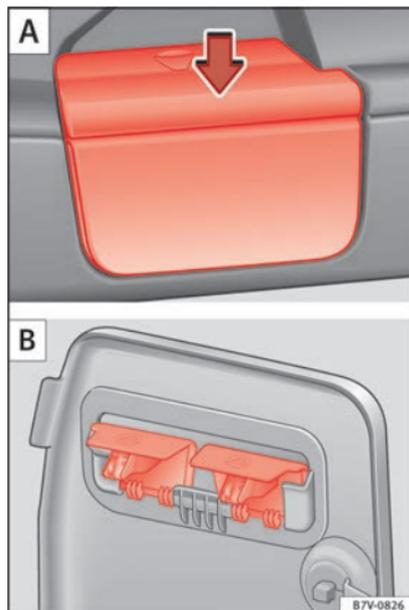

Fig. 164 Retirez les supports de la plage arrière A et rangez-les dans un endroit sûr B.
- Retirez la plage arrière du support des revêtements latéraux » fig. 164 A. Appuyez pour cela sur la plage arrière vers le bas (flèche) et retirez-la.
- Ouvrez le compartiment du revêtement latéral gauche arrière du coffre à bagages » page 177 et accrochez la plage arrière à la partie arrière du cache du compartiment » fig. 164 B.